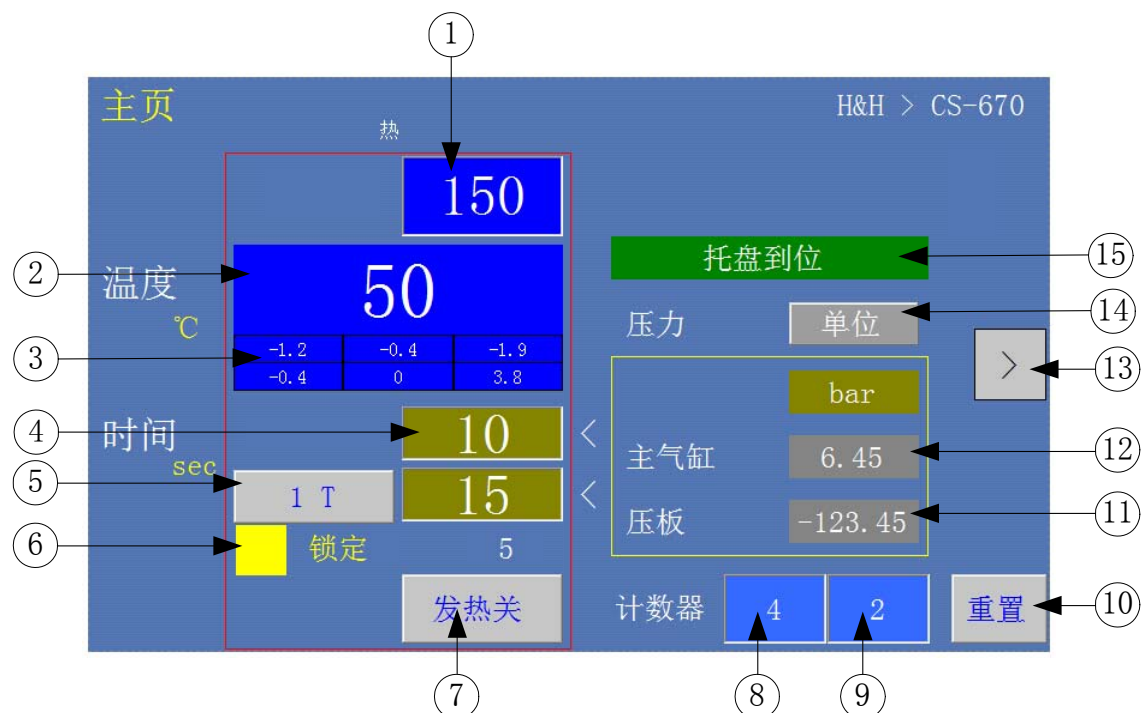

图 5 主页面
数秒后将会跳转到“主页”页面，此页面涵盖本机的所有主要功能，如图 5 所示。
在主页页面上，按下图 5 中的#4 按钮，可以在两种（1T/2T）不同的模式之间进行切换。
2. 设定允许的发热板平均温度（即图 5 中#2）与设定温度之间的最大偏差。